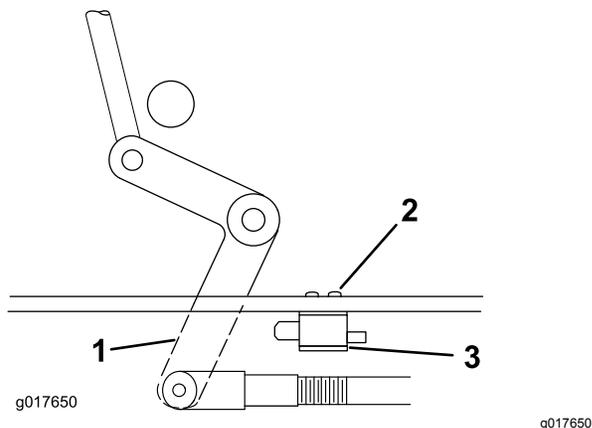

Figura 47
4. Si es necesario, ajuste el interruptor de seguridad de la cuchilla aflojando los pernos que sujetan el soporte del interruptor (Figura 47).
- Mueva el soporte de montaje hasta que la palanca acodada oprima el émbolo 6 mm (1/4 pulgada); consulte Figura 47.
- Inspeccione los filos de corte (Figura 47).
- Si observa fisuras, desgaste o la formación de una ranura en esta zona, instale de inmediato una cuchilla nueva (Figura 47).